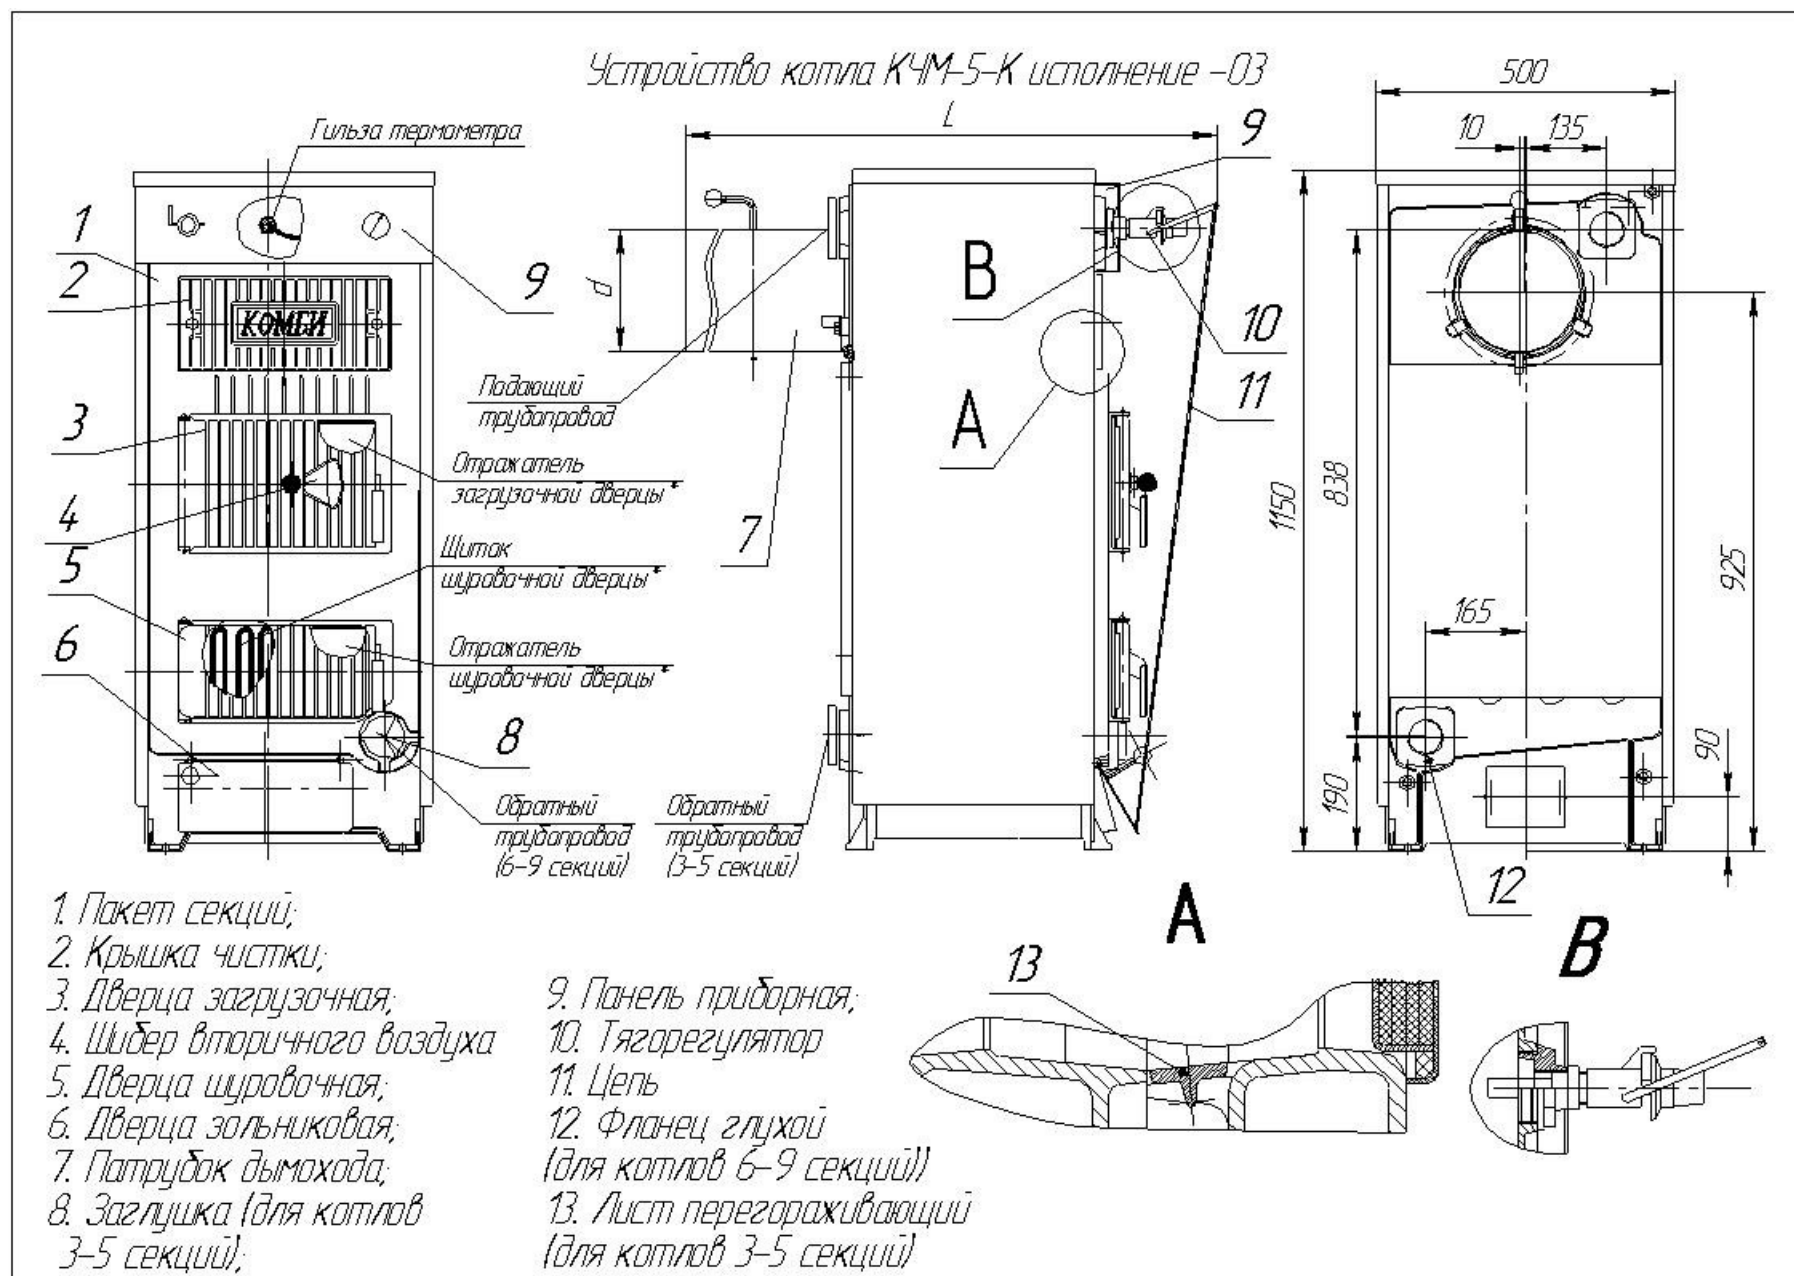

Рис. 3.1
- *М - общую (см. рис. 3.1а) или М1 - отдельную (см. рис. 3.1) шуровочную и зольниковую дверцы.*
3.1 Устройство котла для сжигания твёрдого топлива приведено на рис.3.1; 3.1a и 3.2.
Рис. 3.1а